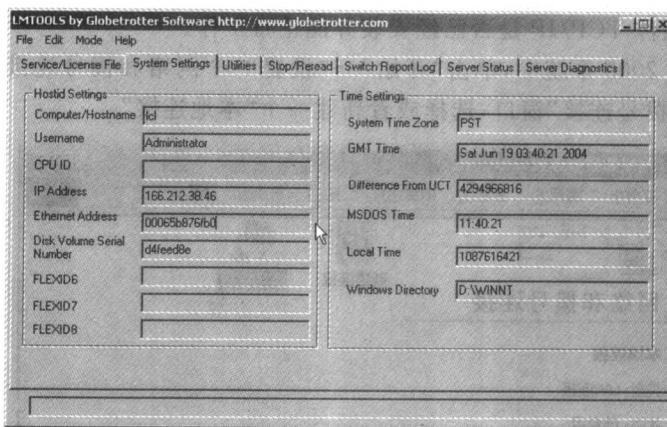

图 1-4 “LMTOOLS”对话框
1) 在主机上,打开 VERICUT 安装光盘,并双击光盘根目录中的 lmttools.exe 文件,弹出“LMTOOLS”对话框,单击“System Settings”标签,“Ethernet Address”选项栏中的参数即为该计算机的主机锁定码,如图 1-4 所示。